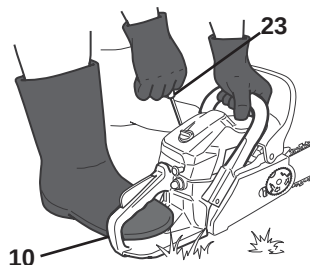

Fig. 27
- > Tirer la manette du lanceur de démarrage [23], 4 ou 5 fois de suite, de manière constante et sans secousses (Fig. 27). Dans la première partie de course du lanceur, le dispositif se pré-charge et dans la dernière section il développe la force de démarrage. La machine ne devrait pas encore se mettre en fonction.
- > Posez l'appareil par terre et calez-le bien en mettant le pied sur l'écran de protection de la poignée arrière [10], puis tirez la poignée du lanceur (23) à rappel jusqu'à ce que le moteur démarre (Fig. 27).